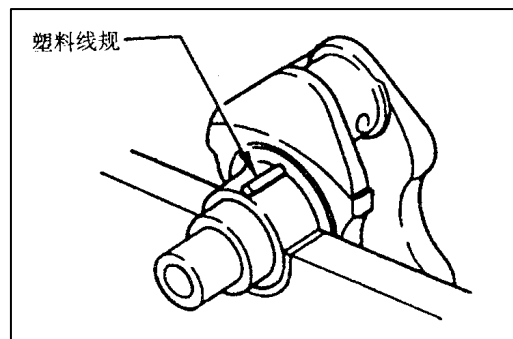

图 5-7
(1) 擦去曲轴颈和轴承内表面上所有的机油。
(2) 安装轴承。
(3) 把塑料线规的长度切成与轴承宽度相匹配。然后沿轴颈的轴线方向将它放在轴颈上 (见图 5-7)